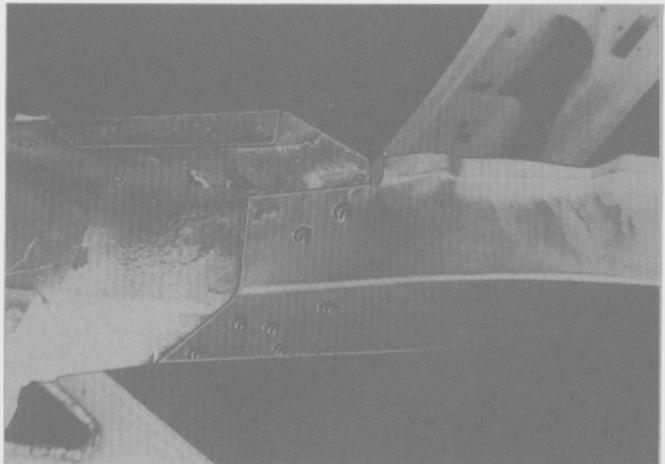

Fig. 300
- Soldar la extensión trasera del larguero por pudelado (Fig. 300).